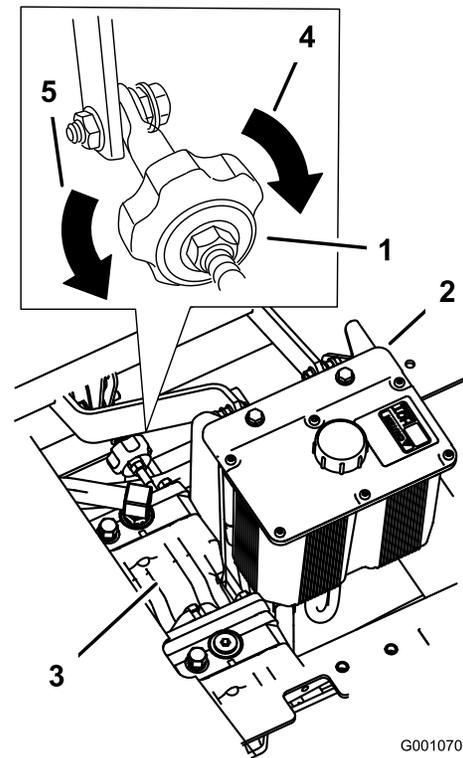

Figura 57
4. Per spostare la macchina a destra, girate la manopola verso il lato destro della macchina; Vedere Figura 57.
5. Per spostare la macchina a sinistra, girate la manopola verso il lato sinistro della macchina. Vedere Figura 57.